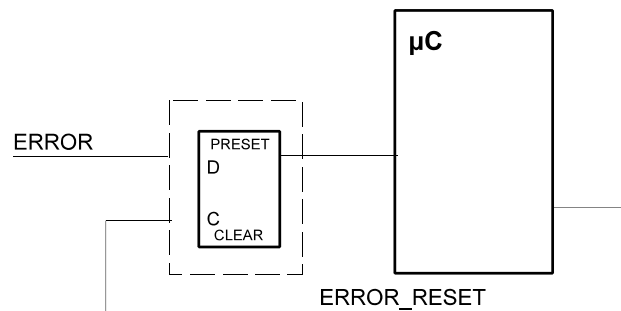

Abb. 8
25. Einem Mikrocontroller soll ein Fehler-Flipflop vorgeschaltet werden (Abb. 8). Dieses soll durch ein impulsförmiges Fehlersignal ERROR gesetzt und durch ein programmseitig schaltbares Signal ERROR\_RESET gelöscht werden. Flipfloptyp: D-Flipflop 7474. Geben Sie zwei Schaltungen an, die ein jeweils anderes Schaltverhalten verwirklichen: